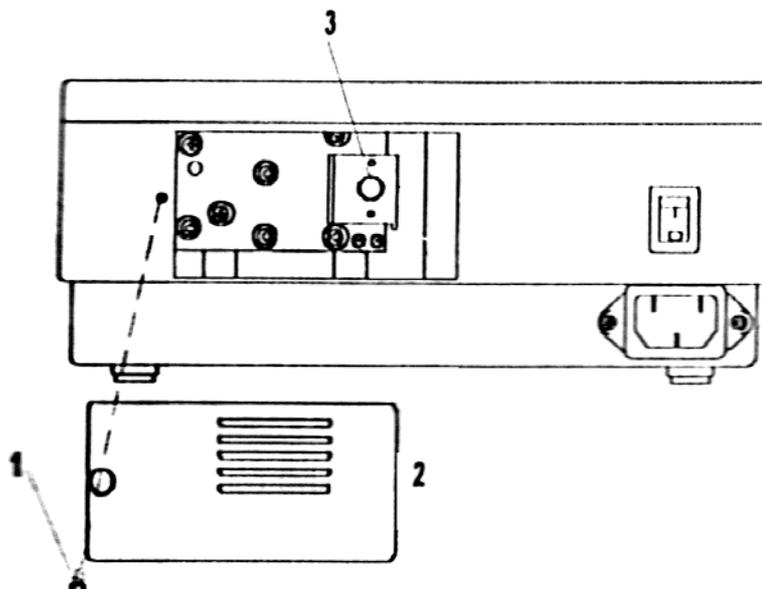
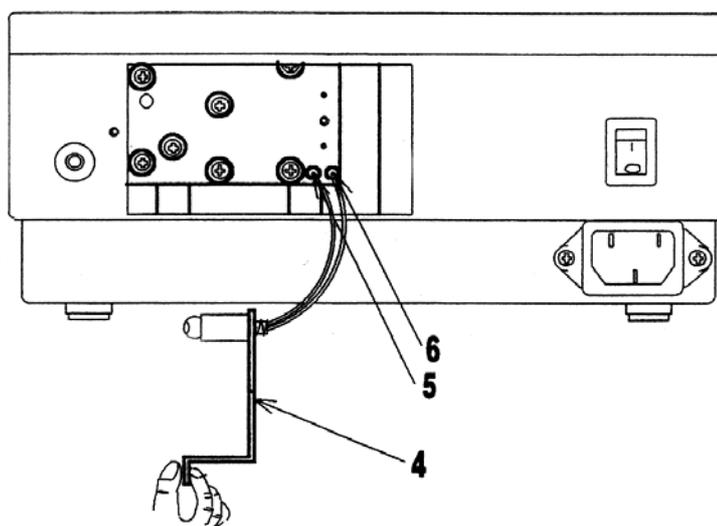

Рисунок 5.
Рисунок 6.
1. Открутите фиксирующий винт и снимите крышку, расположенную на задней панели прибора (Рисунок 5. №1 и №2).
2. Открутите фиксирующие винты, которыми крепится держатель лампы (Рисунок 5. №3 и Рисунок 6. №4), затем открутите 2 винта, удерживающие лампочку (Рисунок 6. №5 и №6).